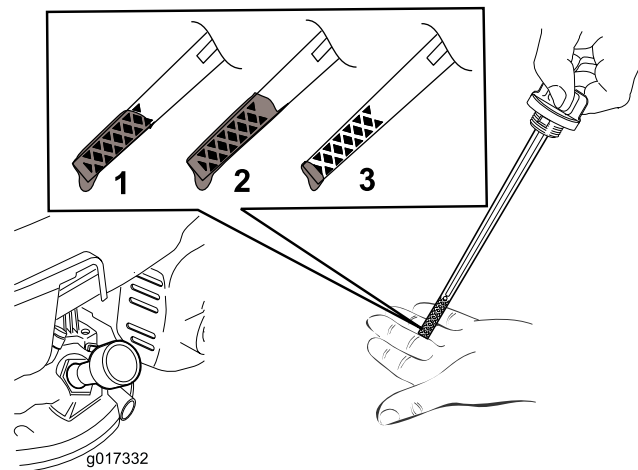

Figura 6
Nota: Llene el cárter con aceite hasta que la varilla indique que el nivel del aceite del motor es correcto, según se muestra en Figura 6. Si usted llena demasiado el motor, vacíe el exceso de aceite según se indica en Cómo cambiar el aceite del motor \(página 17\).
2. Retire la varilla (Figura 6).